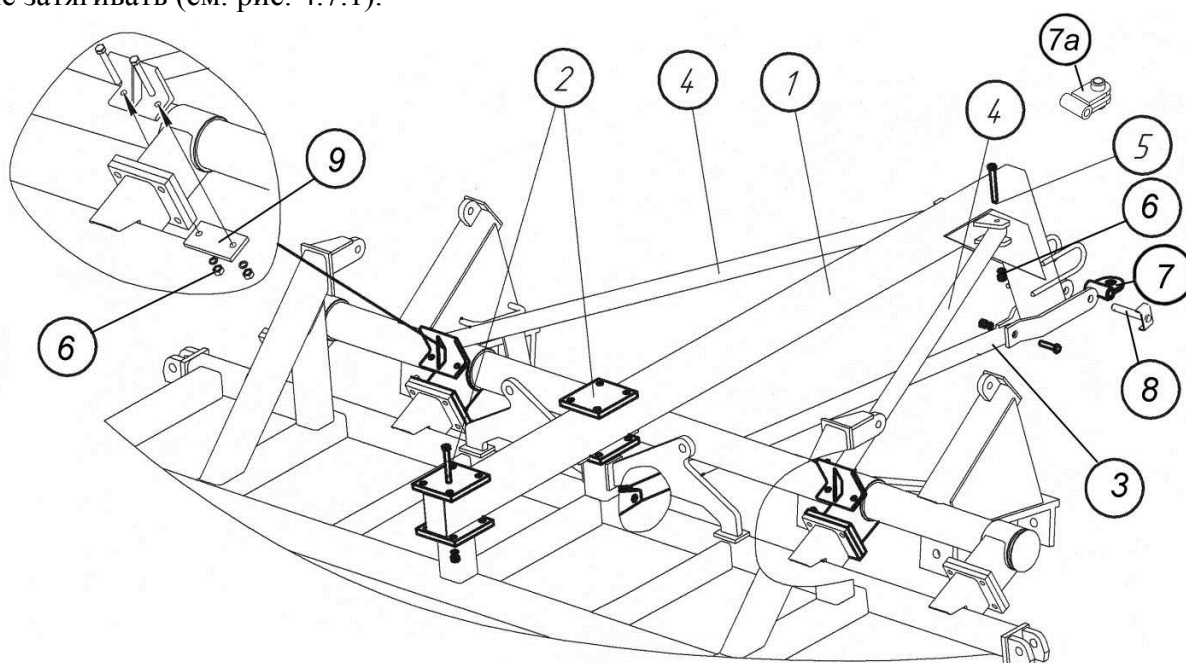

Рис. 4.7.1. Сборка задней сцепки
4.7.1. Закрепите заднюю сцепку 1 на установочных стойках главной рамы с помощью двух пластин 2, восьми болтов М20х220, пружинных шайб и гаек. Крепление предварительное, болты туго не затягивать (см. рис. 4.7.1).
**Примечание.** Для ПК с бункером V=10м3 устанавливается серьга поз.7а рис.4.7.1 (13а на рис.7.1.5).